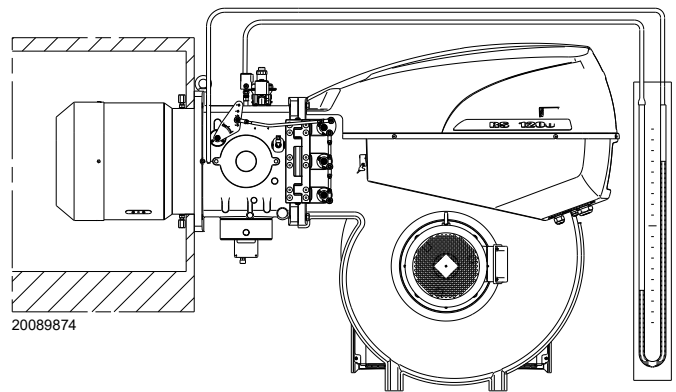

Fig. 23
- Montar un manómetro en U o un manómetro de tipo diferencial (Fig. 23), con toma (+) en la presión del gas del manguito y (-) en la cámara de combustión. Se utiliza para medir la potencia MAX aproximada del quemador.
La llegada de gas al manguito puede observarse en el manómetro en U (Fig. 23 en la pág. 24).